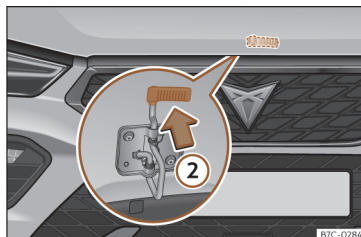

Fig. 193 Leva bajo el capó.
- >>> fig. 193 (2). El gancho de sujeción queda desbloqueado.